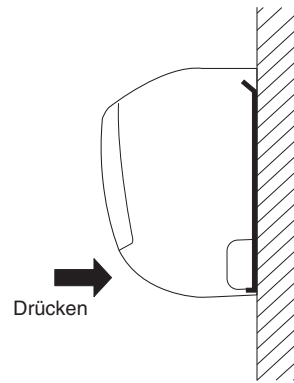

Abb. 3-22
- (1) Zur Installation der Inneneinheit diese auf die 3 Ansätze am oberen Teil der Rückwand setzen.
- (2) Auf den Luftauslass drücken und den unteren Teil der Inneneinheit andrücken, bis diese mit einem Klickton fest auf den Montageansätzen an der Unterseite der Rückwand einrastet. (Abb. 3-22)